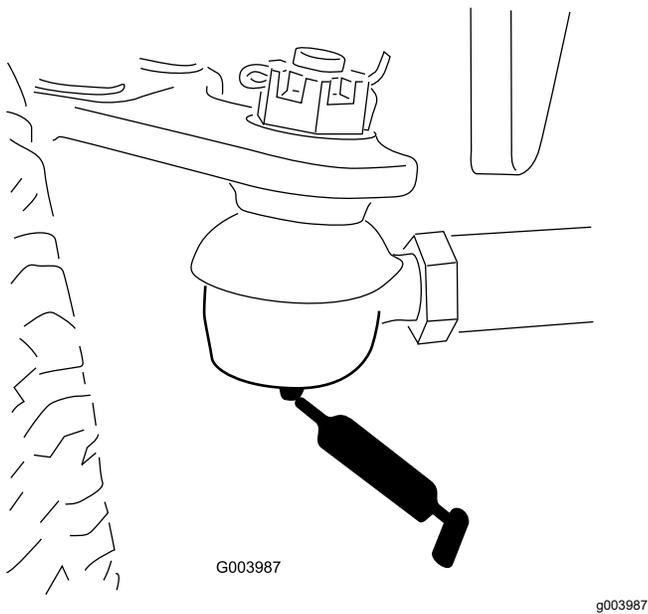

Рисунок 77
- Тяги заднего моста (2 шт.) (Рисунок 77)